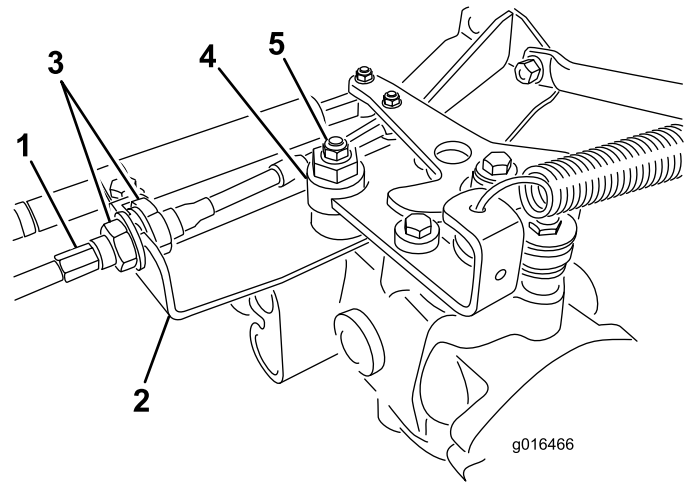

图39
- A. 松开将驱动控制拉线固定至静液压装置隔板上的两个锁紧螺母（图39）。确保锁紧螺母的松动程度相同，并足以进行调节。
**注意：**松开将偏心螺栓固定到静液压泵顶部的螺母（图39）。
- E. 当轮子停止旋转时、旋紧螺母、锁定偏心螺栓和调整（图39）。
- G. 从隔板的两侧，均匀拧紧锁紧螺母，将驱动拉线固定到隔板上（图39）。切勿让拉线缠绕在一起。